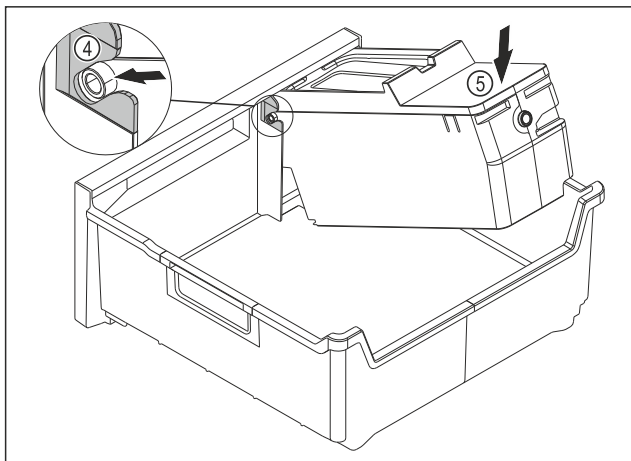

Fig. 145
- ▶ Monter hoveddelen til EasyTwist-Ice: Sett akselen til hoveddelen til EasyTwist-Ice inn i skinnene Fig. 145 (4).
- ▶ Trykk hoveddelen til EasyTwist-Ice Fig. 145 (5) bakover.